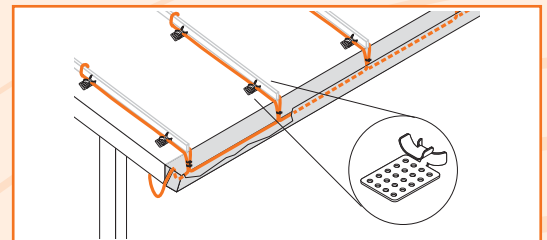

Рисунок 4.3. Схема размещения клипс GMK-RC на металлической кровле (клеевое крепление)
- На металлической кровле с постоянным швом используйте как минимум по четыре клипсы на каждом шве (рис. 4.3).